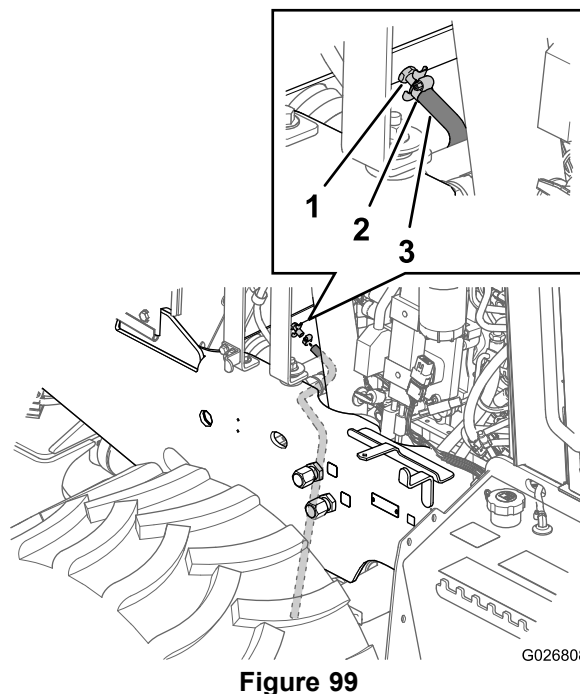
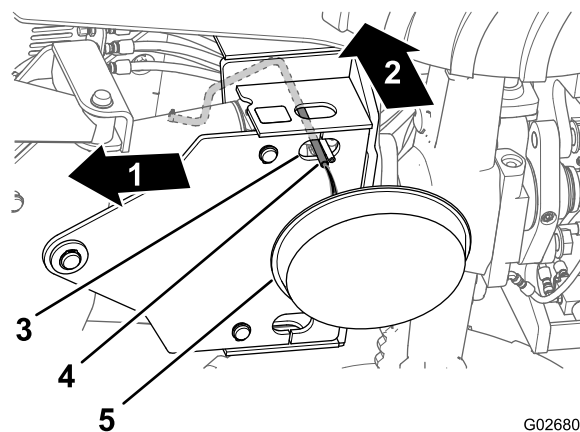
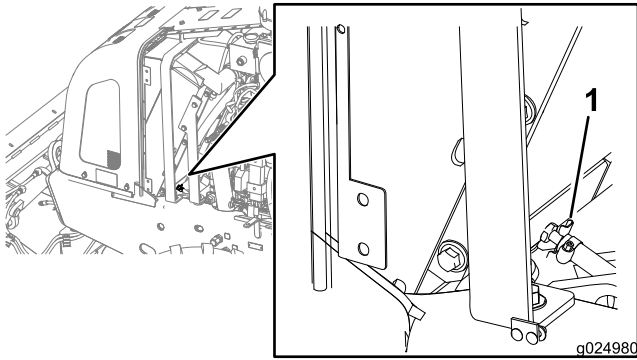

Figure 99
Figure 100
Figure 101
4. Glissez le flexible de 3/8 x 30 pouces, résistant au liquide de refroidissement, sur la sortie du robinet de vidange du radiateur (Figure 99).
5. Fixez le flexible au robinet de vidange au moyen d'un collier (Figure 99).
6. Faites passer le flexible dans l'orifice de la plaque de montage inférieure de la lame de remblayage (Figure 100).
7. Placez un bac de vidange d'une capacité minimale de 23 litres (6 gallons) sous l'extrémité ouverte du flexible de vidange (Figure 100).
9. Fermez le robinet de vidange (Figure 101).
10. Retirez le flexible de vidange et le collier (Figure 99 et Figure 100).
- A. Vérifiez que le liquide de refroidissement est vidangé du radiateur et que le robinet de vidange est refermé (Figure 101).
- D. Ouvrez le robinet de vidange et vidangez la solution de nettoyage dans un bac de vidange (Figure 99 et Figure 101).
- E. Fermez le robinet de vidange (Figure 101).
- C. Ouvrez le robinet de vidange (Figure 101) et laissez l'eau s'écouler dans le bac de vidange.